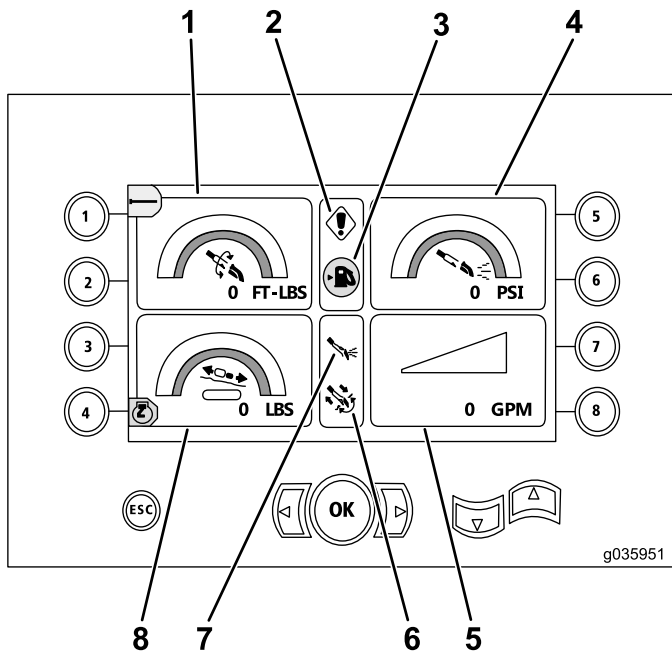

Figure 4
- Avertissement de code d'erreur de forage et/ou de moteur (Figure 4)
- Avertissement de bas niveau de carburant (Figure 4)
- Témoin de fluide de forage (Figure 4)
- Forage automatique ACTIVÉ (Figure 4)
Cet écran indique le couple de rotation en pi-lb (ft-lb), la pression du fluide de forage en psi, la force du chariot en lb et le débit du fluide de forage en gpm (Figure 4).